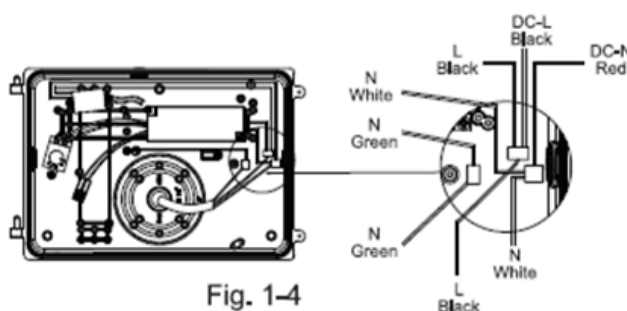

Fig. 1-4
4. Effectuer les connexions électriques en respectant le code électrique. Raccorder le fil noir à l'ALIMENTATION, le blanc au NEUTRE et le vert ou vert/jaune à la MISE À LA TERRE (Fig. 1-4). Rattacher le couvercle avant du luminaire et reconnecter la borne de branchement rapide (Fig1-5A).